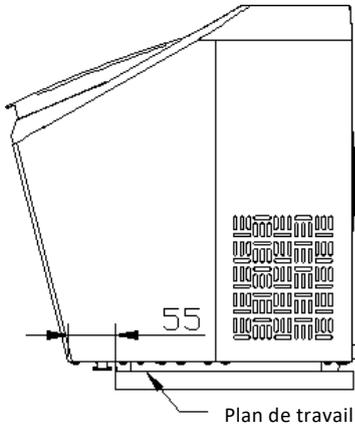
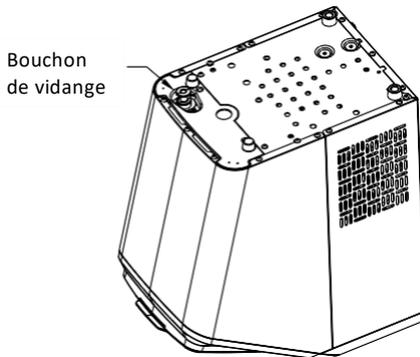
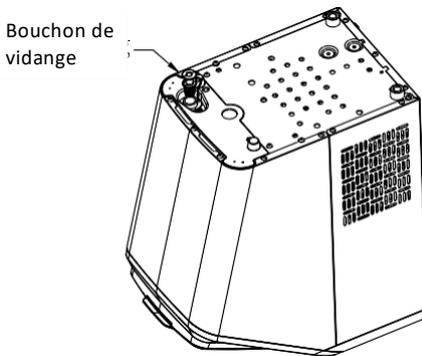

Fig. 1
Fig2
Fig3
3. Avancez la machine à 6cm du bord de la table et ouvrez le bouchon de vidange pour évacuer l'excès d'eau (voir Fig.1, Fig.2 et Fig.3).